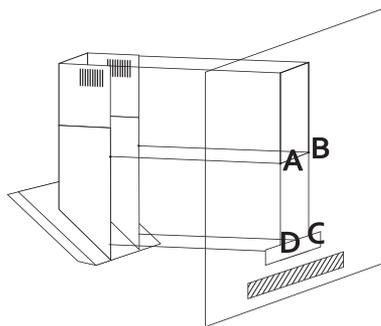

Рис. 11
2. Приложите монтажный шаблон (если он есть в комплекте) к стене на нужной высоте с учетом минимального расстояния от варочной поверхности и выровняйте его по уровню. Наметьте точки **(A, B, C, D)** на стене и просверлите в них отверстия диаметром 8 мм. Наметьте и просверлите отверстия диаметром 6 мм для монтажа планки крепления декоративного короба **(F, E)** (рис. 11). При этом необходимо учитывать, что планка несомнительно потолка должна быть установлена таким образом, чтобы верхний
6. Подвесьте вытяжку на шурупы (A, B), выровняйте её по горизонту и затяните шурупы отвёрткой. По завершении выравнивания окончательно закрепите вытяжку при помощи шурупов через отверстия (C, D) изнутри вытяжки (рис.11).